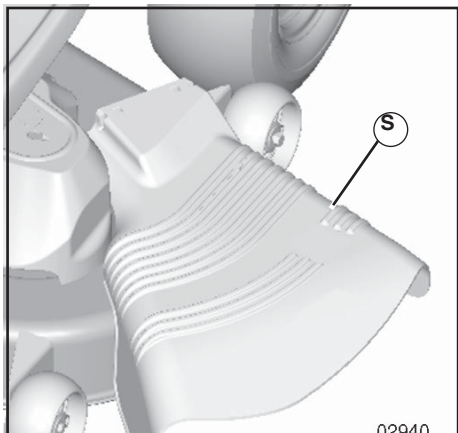

Fig. 10
CUIDADO: Não opere a plataforma de corte sem que o coletor de grama, em tratores que possuem esse equipamento, ou a proteção contra descarte (S) estejam completamente instalados (Vide Fig. 10).